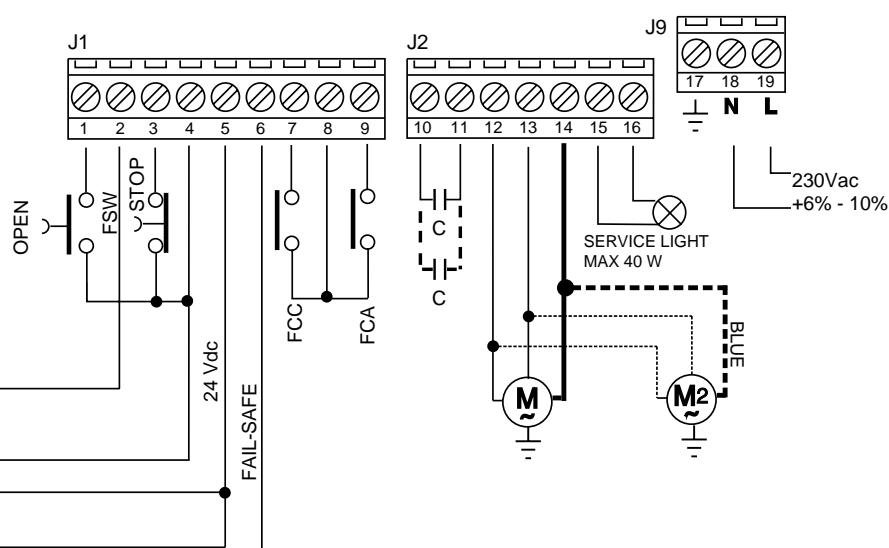

Fig. 20
Per porte basculanti con larghezza da 3,50 a 5 m, è necessario utilizzare un operatore 595 I (integrato) e un operatore 595 S (slave). L'altezza massima ammessa è di 3 m. Il criterio di installazione (fig. 9) è lo stesso che viene utilizzato per l'applicazione di un motore singolo. Ultimata la posa meccanica eseguire i cablaggi elettrici riportati in fig. 20.
- Inviare un impulso di OPEN sull'ingresso (fig. 20) e verificare che si comandi un'apertura della porta.